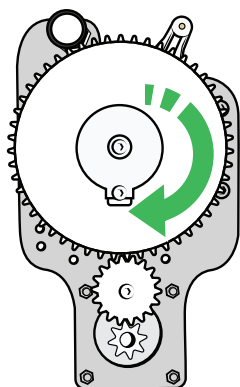

Figure 135
26. Pour la position la plus froide, tournez la grande molette dans le sens horaire jusqu'à ce que le voyant bleu (capteur à effet Hall) s'allume. Voir Figure 135.